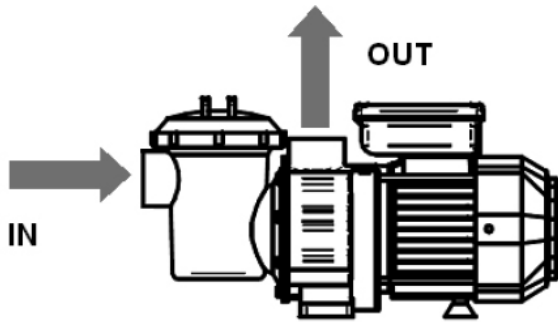

Fig. 3
- 2) IN značí nasávání čerpadla (znázorněno Fig.3)
- 3) OUT značí výstup čerpadla (znázorněno Fig.3)